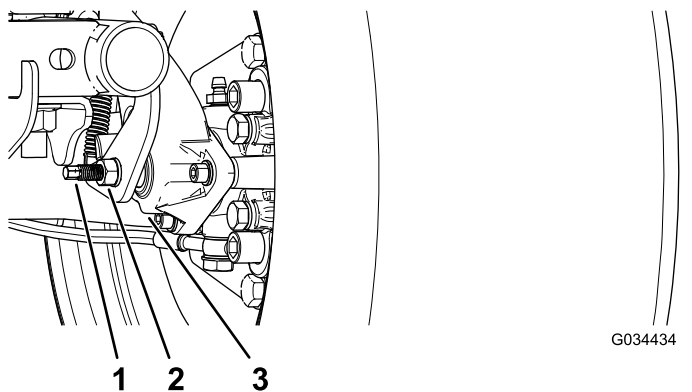

Figura 63
3. Utilizando duas chaves, segure ajustando o poste na pinça em posição com uma chave e desaperte a porca de retenção cerca de 1/4 de volta com outra chave (Figura 63).
4. Enquanto segura o polo de ajuste e a porca de retenção no lugar, rode o polo de ajuste para apertar (Figura 63).
5. Enquanto segura o polo de ajuste e a porca de retenção no lugar, afaste cerca de 1/4 de volta (Figura 63).
6. Enquanto segura o polo de ajuste e a porca de retenção no lugar, aperte a porca de retenção (Figura 63).